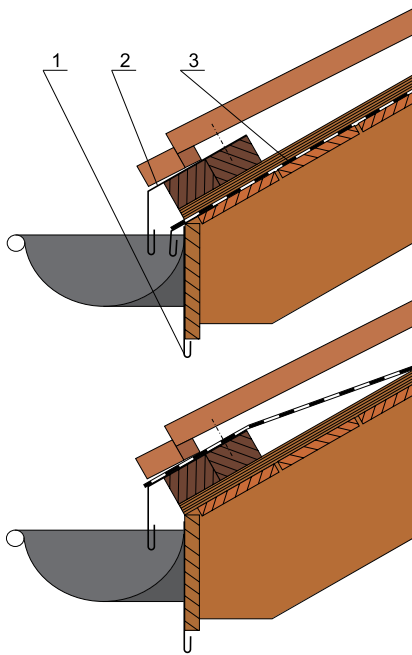

Abb. 5
5.1. Montage von Dachfolien. Abb. 5 und 5a
5.3.1. Traufblech/Rinneneinlaufblech. Abb. 5 und 5a
5.3.2. Unteres Rinneneinlaufblech. Abb. 5 und 5a